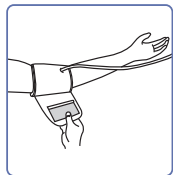

Fig. 4
4. Trageți manșonul astfel încât marginile superioare și inferioare să fie strânse în jurul brațului dumneavoastră (Fig. 4).